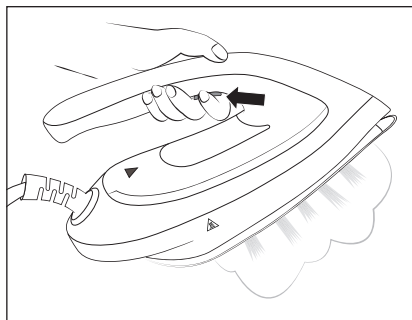

Fig. 5
❶ Nota
- 1) Fare riscaldare il ferro da stiro a vapore ❶ finché il tasto **MAX** ❷ o **ECO** ❸ non resta acceso in modo fisso.
- 2) Prendere il ferro da stiro a vapore ❶ dalla superficie d'appoggio ❶ e premere il tasto per il getto di vapore ❷ (vedere fig. 5) quando si stira. Dalle aperture per la fuoriuscita del vapore della piastra ❹ esce vapore.